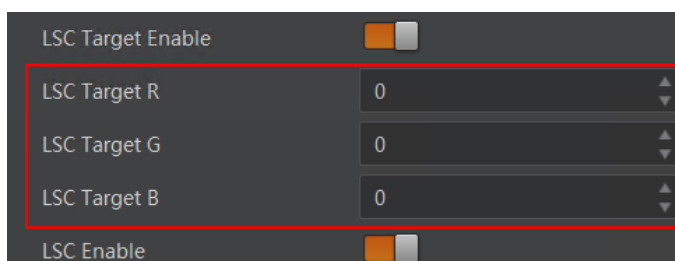

图12-15 部分型号彩色相机设置亮度值
- 部分型号的彩色相机通过 *LSC Target R/G/B* 参数对亮度值进行设置，如图 12-15 所示，具体请以实际参数为准。